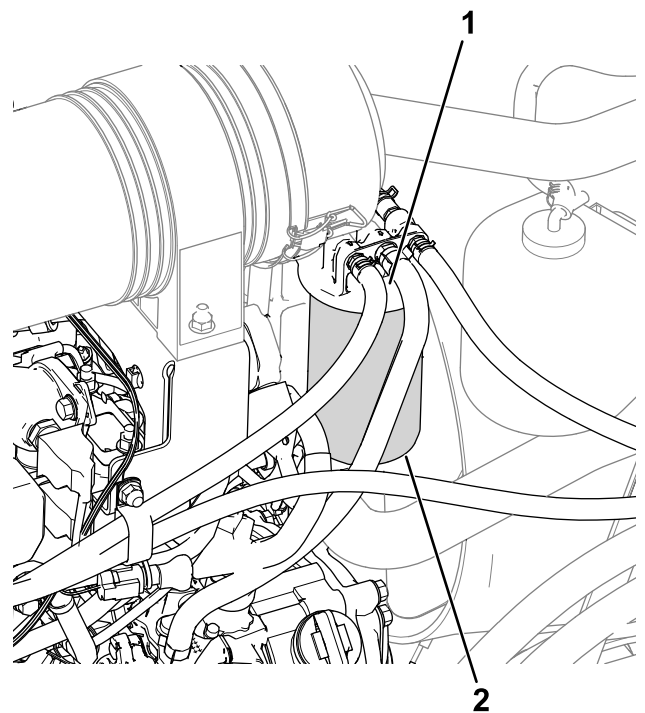

Figure 56
2. Déposez le filtre et nettoyez la surface de montage de la tête du filtre (Figure 56).
1. Nettoyez la surface autour de la tête du filtre à carburant (Figure 56).